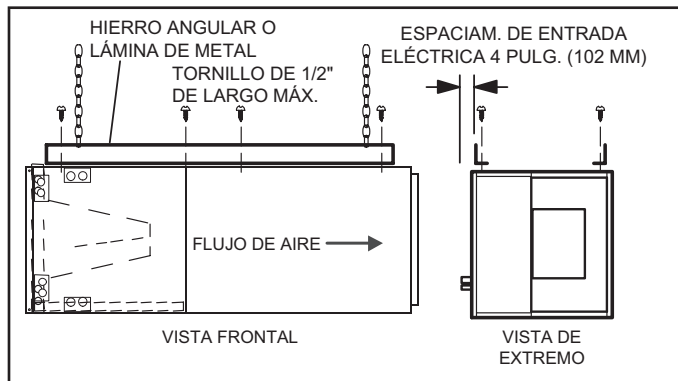

FIGURA 6. Cómo colgar la unidad horizontal
- 5 - Si la unidad está colgando, el gabinete debe estar apoyado a todo lo largo. Si usa una cadena o correa, use una pieza de hierro angular o lámina de metal adjunta a la unidad (ya sea arriba o abajo) para apoyar el largo del gabinete. Use tornillos de sujeción de no más de 1/2 pulgada para evitar dañar el serpentín o el filtro. Ver la Figura 6. Use tornillos para lámina de metal para conectar los plenos de aire de retorno y suministro según sea requerido.
- 12 - Si va a colgar la unidad, debe estar apoyada a todo lo largo del gabinete. Si usa una cadena o correa, use una pieza de hierro angular o lámina de metal adjunta a la unidad (ya sea arriba o abajo) para que el largo completo del gabinete esté apoyado. Use tornillos de sujeción de no más de 1/2 pulg. para evitar dañar el serpentín o el filtro, como se ilustra en la Figura 6. Conecte los plenos de aire de retorno y suministro con tornillos para láminas de metal.
NOTA: Las secciones horizontales deben tener un respiradero (tubo vertical) antisifón instalado adelante de la sección horizontal. Ver la Figura 6. Una sección horizontal extremadamente larga podría requerir una línea de drenaje sobredimensionada para eliminar las trampas de aire.